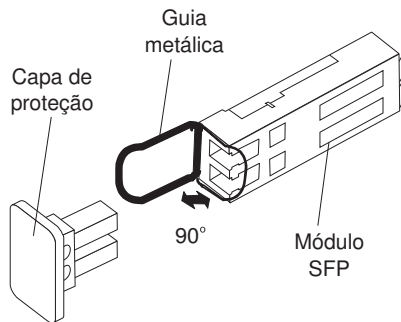

Figura 33. Destravando um Módulo SFP - Guia Metálica
- a. Destrave o módulo SFP puxando a guia metálica para baixo em 90° (consulte a Figura 33).